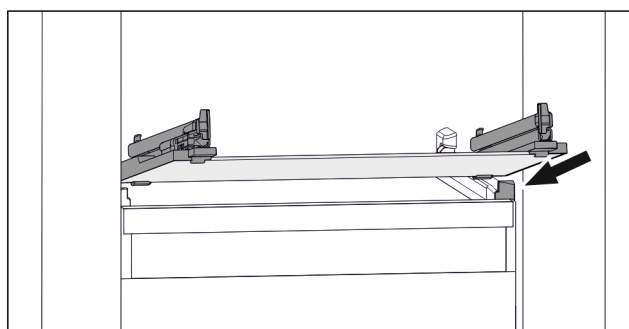

Fig. 77 Exemple de représentation de la tablette en verre
- ▶ Placer la tablette en verre, en l'inclinant, derrière les butées. (voir Fig. 77)